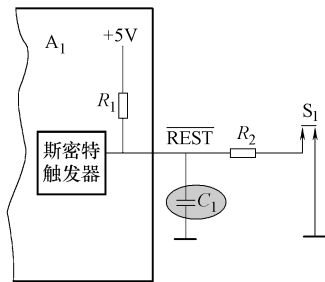

图 16-23 复位原理
如图 16-23 所示电路可以说明复位原理。电路中的  $A_1$  是 CPU 集成电路, ①脚是复位引脚, 一般用  $\overline{REST}$  表示, ①脚内电路和外电路中元件构成复位电路,  $S_1$  是手动复位开关。